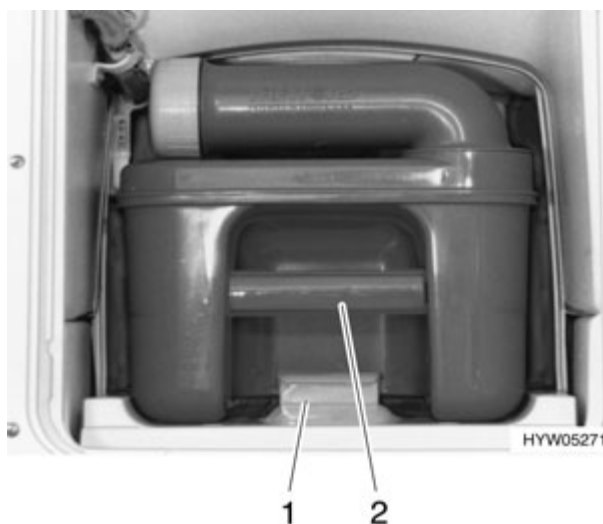

Fig. 183 Extracción del cassette Thetford
- Tirar del estribo de sujeción (Fig. 183,1) hacia arriba y extraer el cassette Thetford (Fig. 183,2).